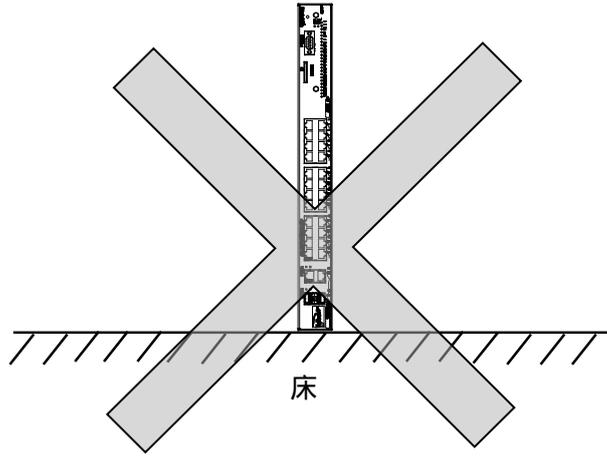

図 3-1 悪い設置例
- (1) ラックに取り付け、または横置きで使用ください。縦置き(図 3-1)は故障の原因となります。
- (2) 装置の前後に物を置かないでください。冷却のための通風を阻害し、故障の原因となります。
- (3) 装置の上に花瓶や飲物等を置かないでください。
- (4) 装置を設置する場合はフロント側 60mm、リア側 100mm 以上のスペースが必要になります。
- (5) 装置をラックに取り付ける場合は、奥行きが 610mm 以上(内寸)の EIA ワイド規格のラックに添付のラックマウント金具とネジを使用して設置してください。
- (6) 装置の吸気孔の近くにタグのような軽いものがあると吸気孔の吸込みにより吸着し、冷却のための通風を阻害する恐れがあります。
- (7) 本装置には冷却用のファンが内蔵されているため、使用時に騒音が発生します。設置する際は、騒音を考慮したレイアウトとしてください。